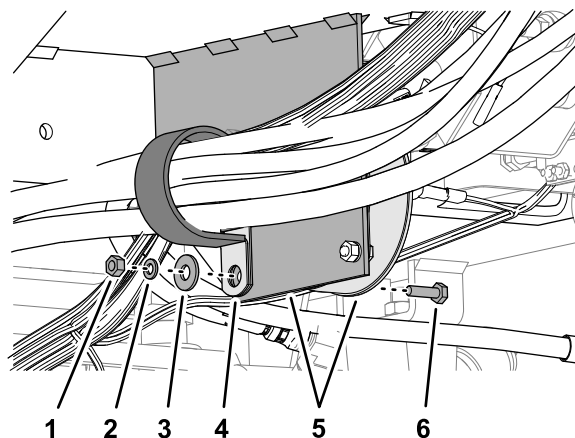

図 136
1. 図 136に示すように、**ホースサポートクランプの取り外し (ページ 24)**で取り外したサポートクランプ、キャップネジ (1/4 x 7/8")、ナット (1/4")、ロックワッシャー (1/4")、およびワッシャー (3/8 x 7/8") をフロアプレートの下でホースとワイヤーハーネスをクラッチとクラッチプレートに固定します。